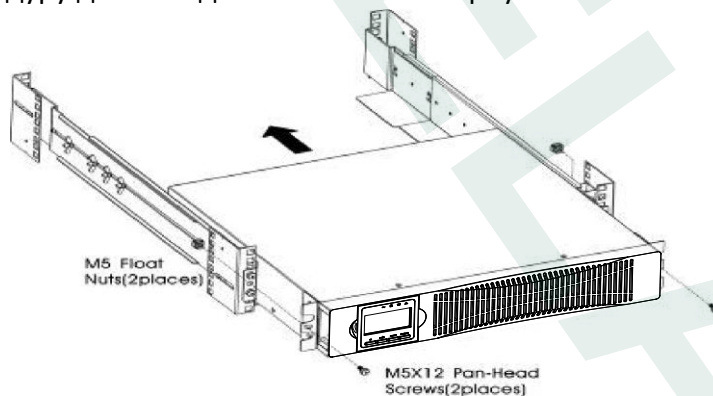

Рис. 2-4
- Закрепите переднюю часть ИБП на стойке с помощью винтов с полукруглой головкой М5х12 и закладных гаек М5 с каждой стороны (см. рис. 2-4). Установите нижний винт на каждой стороне через нижнее отверстие кронштейна и нижнее отверстие рельса. Повторите процедуру для всех дополнительных корпусов.